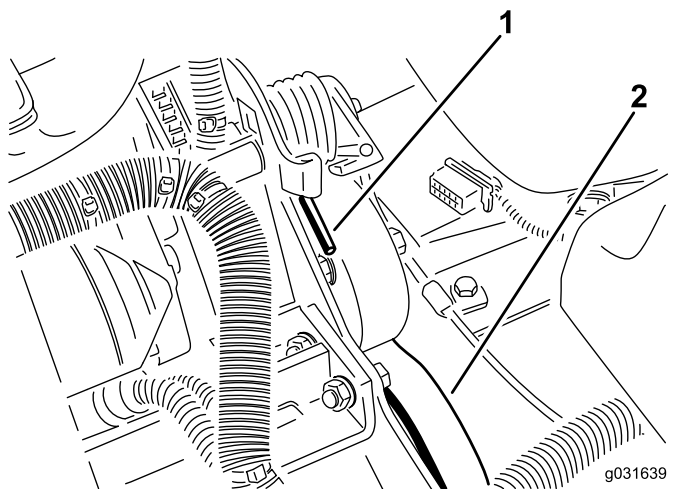

Рисунок 61
2. Нажмите вниз и вперед на конец пружины, чтобы вывести ее из зацепления с кронштейном и снять натяжение пружины (Рисунок 61).